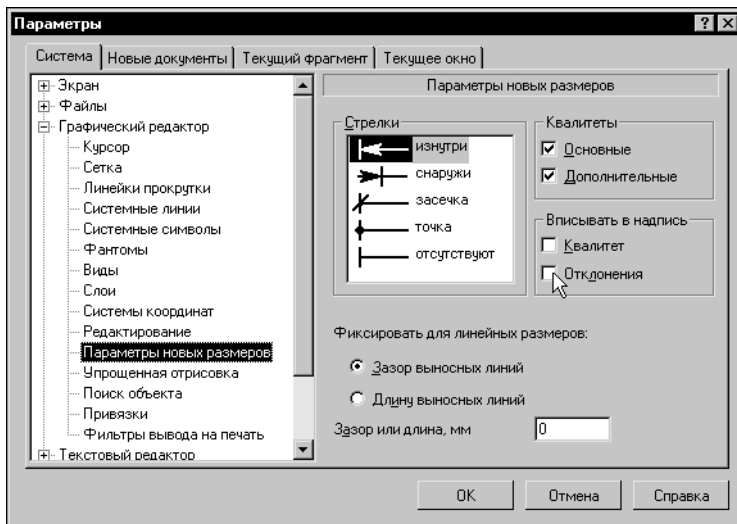

Рис. 49.13. Настройка новых размеров
2. Выделите пункт *Параметры новых размеров* (рис. 49.13).